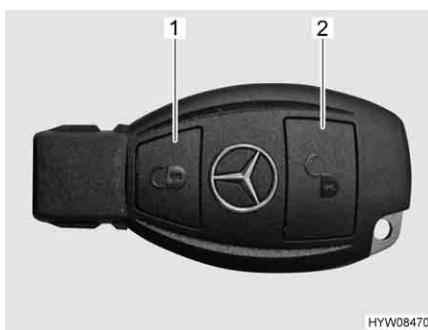

Fig. 45 Telecomando (chiusura centralizzata)
- Premere una volta brevemente il tasto (Fig. 45,2). Le serrature sono sbloccate.
- Premere una volta brevemente il tasto (Fig. 45,1). Le serrature sono bloccate. Il blocco delle serrature viene segnalato tramite gli indicatori di direzione del veicolo.